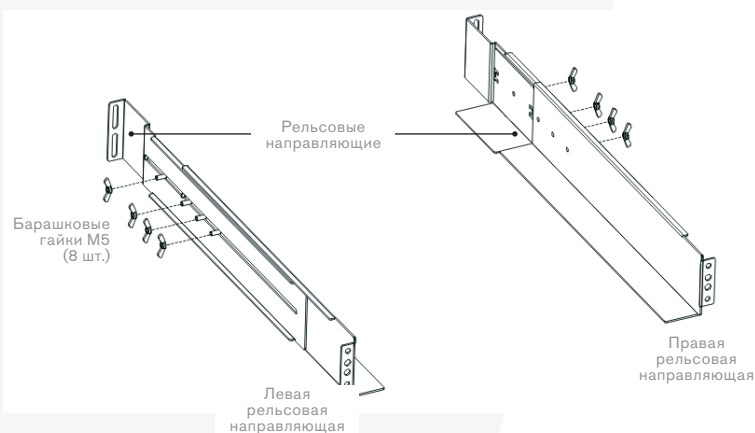

Рис. 1. Крепление направляющих
- а. Установите левую и правую направляющие на задние направляющие, как показано на рис.1. Не затягивайте винты.
- с. Затяните четыре барашковые гайки М5 сбоку от направляющей (см. рис. 1).